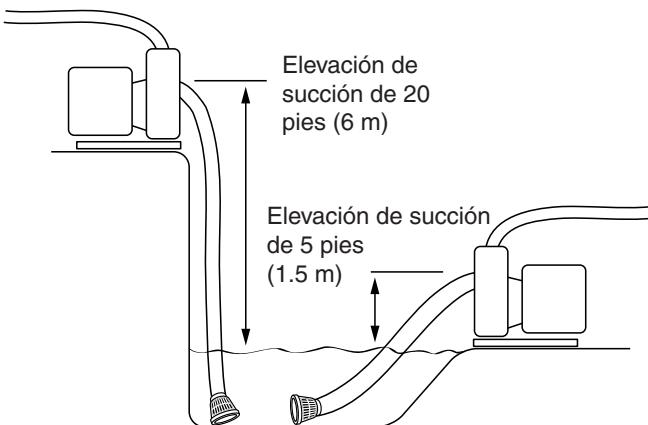

Figura 1
1. Coloque la bomba tan cerca como sea posible al líquido que va a ser bombeado. Una bomba con una elevación de succión de 20 pies (6 m) no bombeará el agua tan rápido como una bomba con una elevación de succión de sólo 5 pies (1.5 m). (Figura 1).